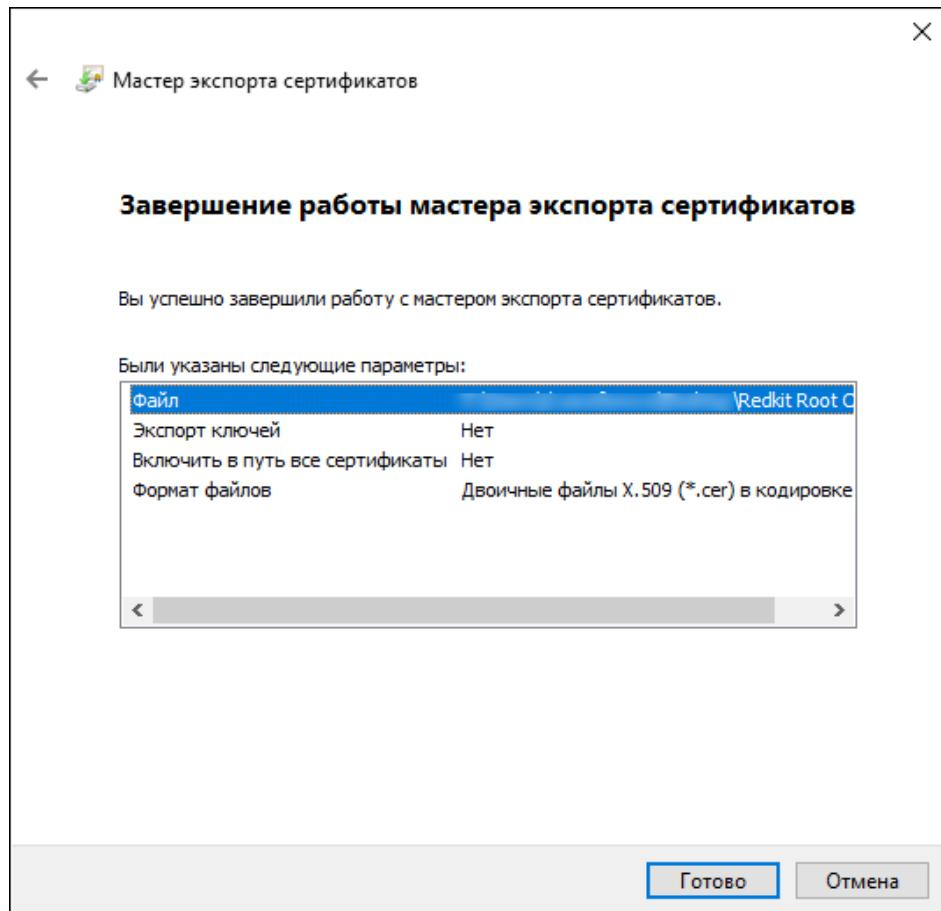

Рисунок 525 - Завершение работы мастера экспорта сертификатов
9. Нажмите Готово (Рисунок 525).